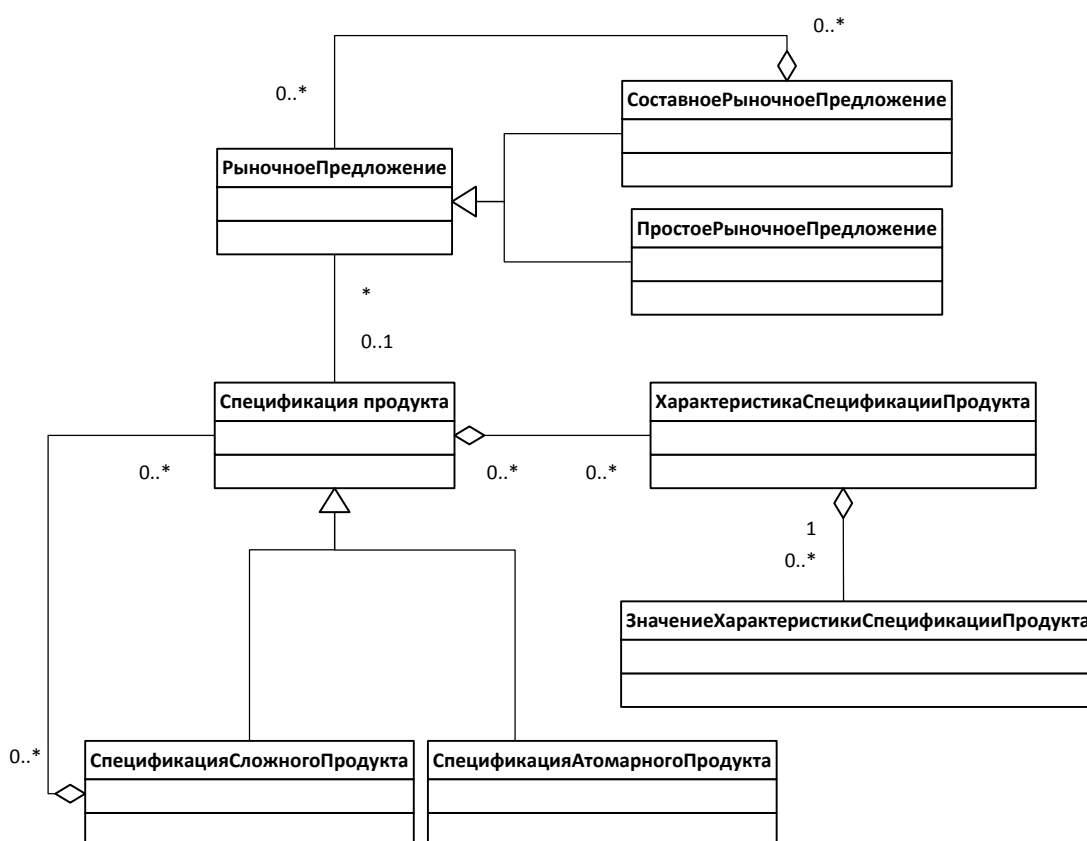

Рисунок 9 Информационная модель SID – Домен Продукт (выборочные элементы)
На рис.Рисунок 9 приведена часть информационной модели для домена Продукт. Модели в SID представлены в виде диаграмм языка UML, подробнее о котором можно прочесть в разделе 2.8.
1. Диаграмму объектов UML (см. теоретический раздел 2.8), построенную на основе диаграммы классов на рис. Рисунок 9. Диаграмма объектов должна содержать только те объекты, которые вы создавали или использовали в процессе выполнения ЛР№5.
2. Диаграмму классов, описанную на рис. Рисунок 9, в терминах модели SID для домена Продукт (на английском языке). Диаграмма также должна быть дополнена как минимум двумя новыми сущностями (классами) из модели SID. Вы должны понимать назначение каждой сущности в диаграмме, а также смысл связей между ними.